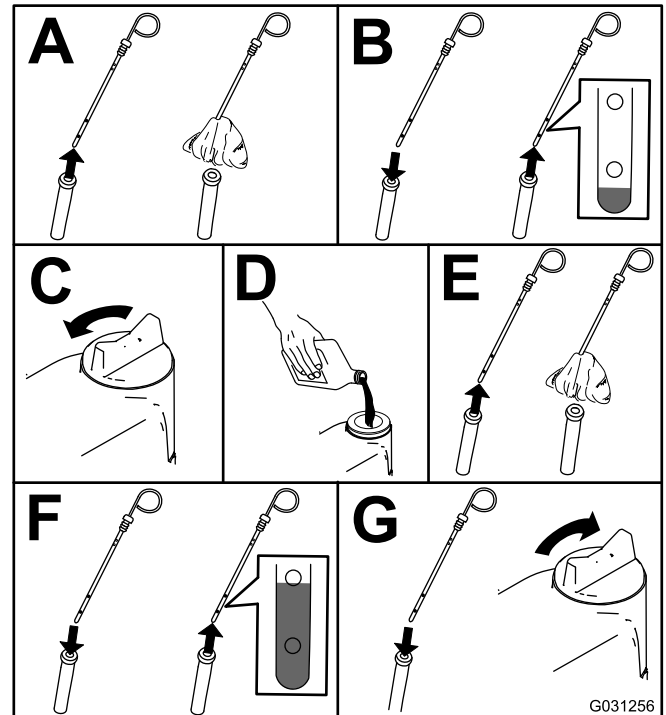

Bild 85
2. Prüfen Sie den Stand des Motoröls (Bild 85).